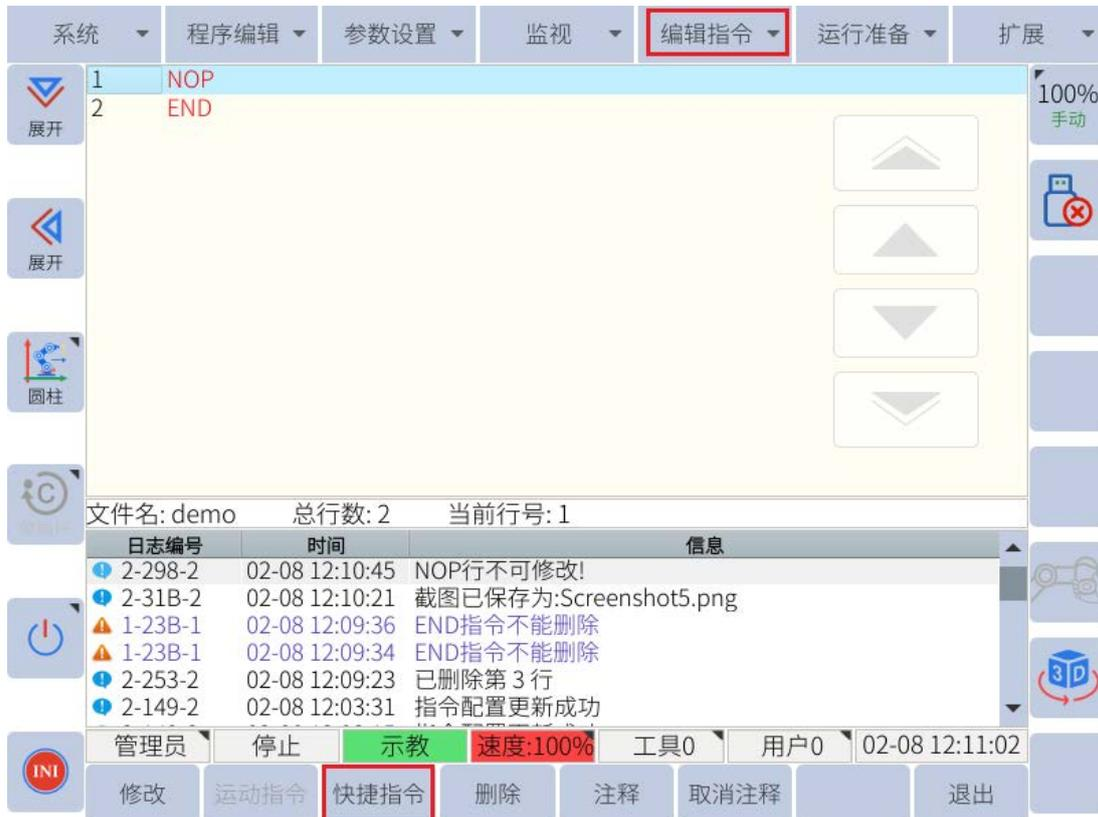

图 4-6: 插入其它指令
2. 然后按主菜单下的“编辑指令”或子菜单区域的“快捷指令”选择要插入的指令，如图 4-6 所示。